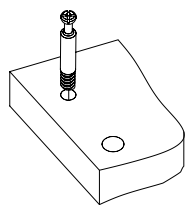
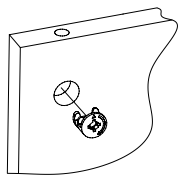

Рис.1
Рис.2
1. Подготовьте детали к сборке. Вкрутите шпильки минификсов в деталь 1, 2, 3 (Рис. 1). Затем вставьте головки минификсов в детали 2, 3, 4, 5, 6, 7 (Рис. 2).